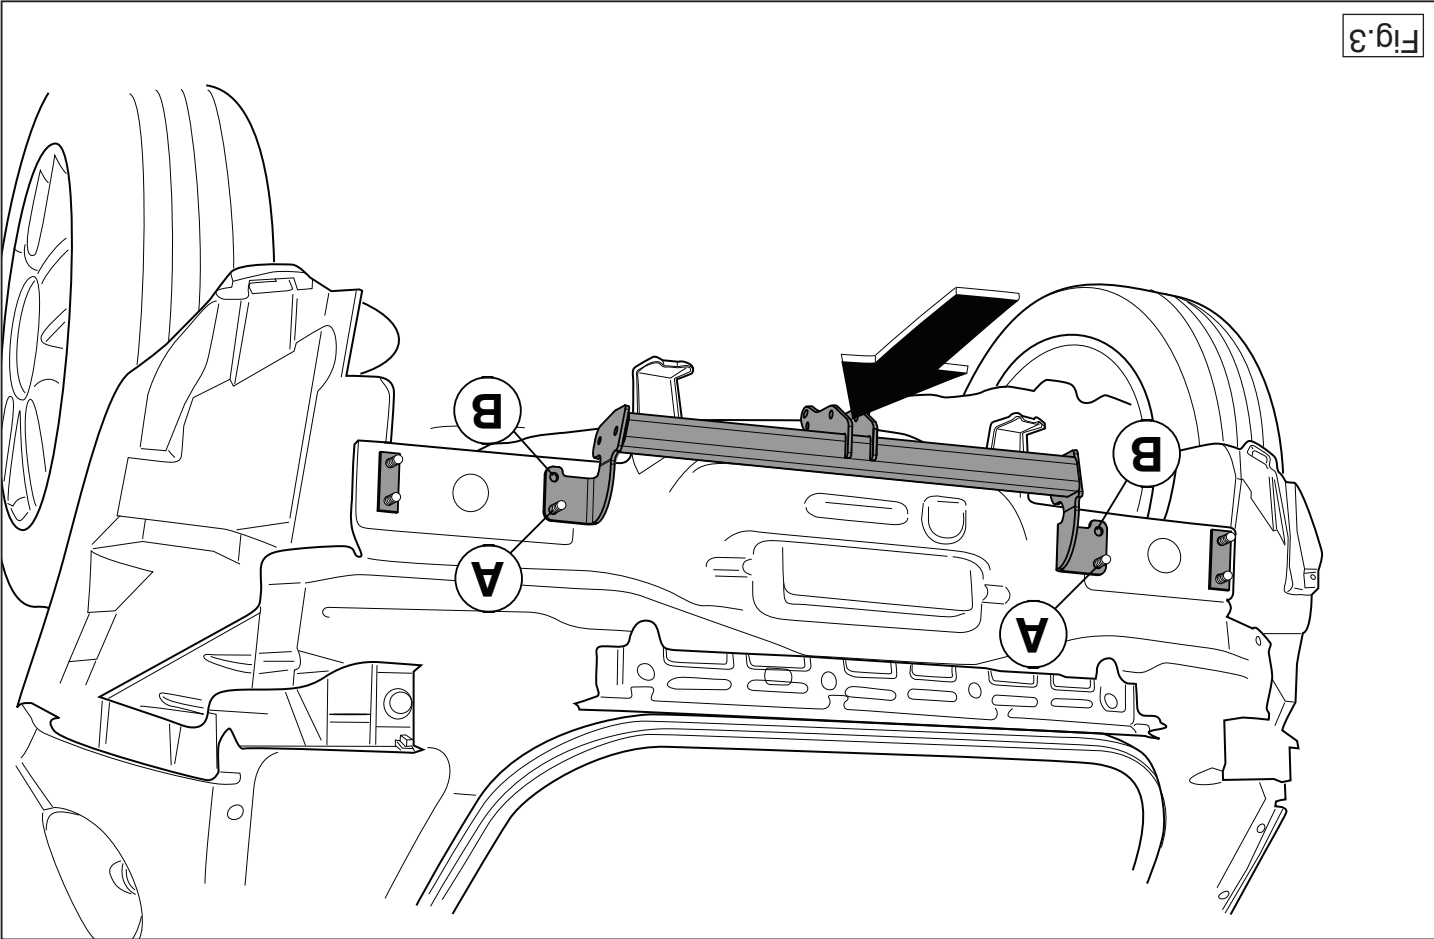

Fig.3
4. Fit the tow bar at points A and B using spacer plates. (See figure 3).
4. Die Anhängervorrichtung einschließlich Füllplatten bei den Punkten A und B montieren. (Siehe Abbildung 3).
4. Fixer l'attache-remorque à l'emplacement des points A et B, y compris les plaquettes de calage. (Voir la figure 3).